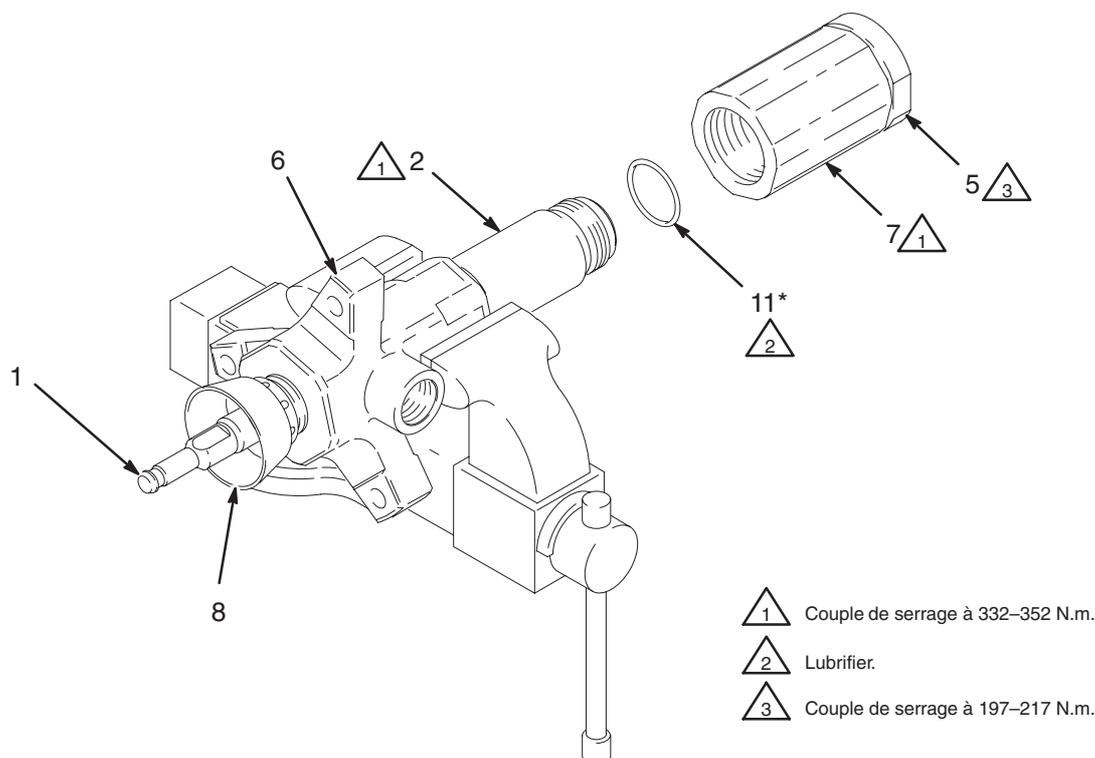

Fig. 8
5. Lubrifier les filetages de l'écrou de presse-étoupe (8) et mettre ce dernier en place sans le serrer dans le collecteur de sortie (6).
6. Lubrifier les joints de piston. Faire glisser la tige de piston (1) et l'ensemble de piston dans le cylindre (2). Le cylindre est symétrique de sorte que l'une ou l'autre des deux extrémités peut être tournée vers le haut. Utiliser un maillet en caoutchouc pour faire pénétrer la tige dans le cylindre jusqu'à ce que le siège de clapet du piston (10) se trouve près du milieu du cylindre.
7. Installer le joint (11*) sur le dessus du cylindre (2). Lubrifier le joint et les filetages supérieurs du cylindre.
8. Placer le collecteur de sortie (6) dans un étau comme indiqué en Fig. 8. Faire glisser la tige de piston (1) vers le haut dans le collecteur de sortie, puis visser à la main le cylindre (2) dans le collecteur de sortie. Les filetages s'engagent facilement jusqu'à ce que le joint (11*) entre en contact avec la surface d'étanchéité du collecteur de sortie. Le sommet de la tige dépasse de l'écrou de presse-étoupe (8).
Voir la Fig. 8. Lubrifier le joint et les filetages du cylindre.
12. À l'aide d'une clé à tube, serrer le clapet de pied (7) au couple de 332–352 N.m. Cela applique également un couple de serrage au cylindre (2) dans le collecteur de sortie (6). Voir la Fig. 8.
13. À l'aide d'une grande clé plate de 70 mm ou d'une clé à tube, serrer le clapet de pied (5) au couple de 197–217 N.m.
14. Serrer l'écrou de presse-étoupe (8) au couple de 61–75 N.m.